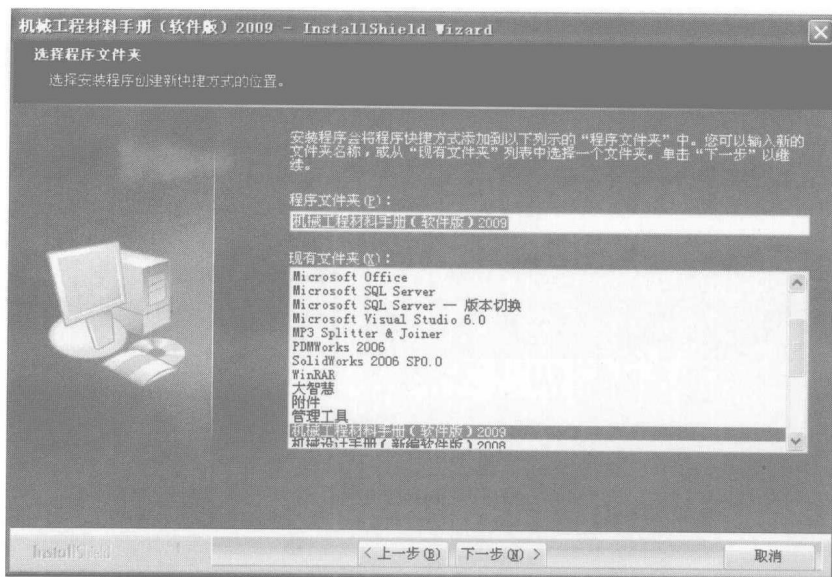

图 1-7 选择程序文件夹界面
(6) 单击“下一步”按钮,进入选择程序文件夹界面,如图 1-7 所示。用户可以输入新的文件夹名,或从现有的文件夹列表选择一个。